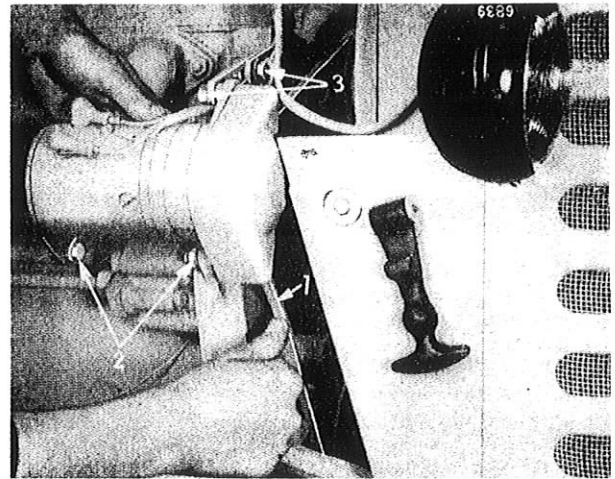

Bild 56
Der Ventilatorkeilriemen muß öfter auf richtige Spannung geprüft werden. Er ist richtig gespannt, wenn er zwischen den Riemenscheiben der Lichtmaschine und der Kurbelwelle 20 bis 25 mm ohne Anstrengung mit dem Daumen eingedrückt werden kann, Bild 56.
Das Spannen des Ventilatorkeilriemens erfolgt durch Kippen der Lichtmaschine, nachdem vorher die Halteschrauben (2), Bild 56, und die Spannschrauben (3) gelöst wurden. Diese anschließend wieder fest anziehen.